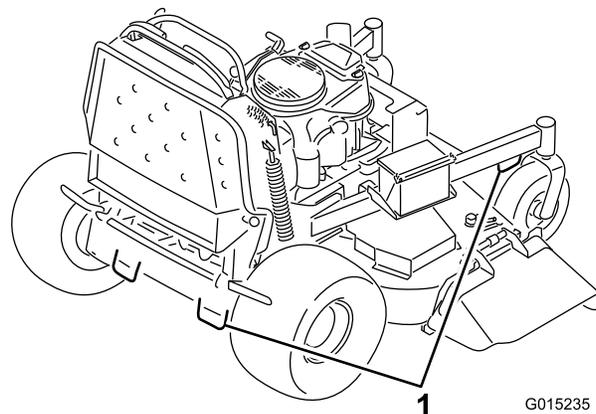

Bild 25
6. Befestigen Sie die Maschine mit den Metalbefestigungsschleifen und Riemen, Ketten, Kabel oder Seilen am Anhänger oder LKW (Bild 25).